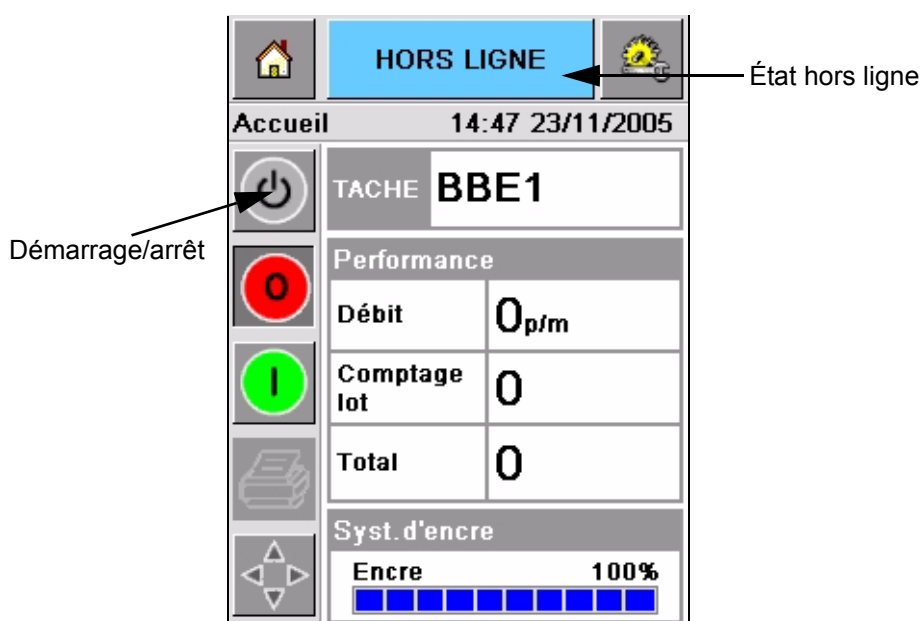

Figure 4-5 : Page d'accueil –hors ligne
- L'état *Hors ligne* s'affiche sur la fenêtre d'état de la page d'accueil du CLARiTY® (consultez la Figure 4-5).
- Les boutons *Stop* et *Marche* deviennent actifs (Figure 4-5).